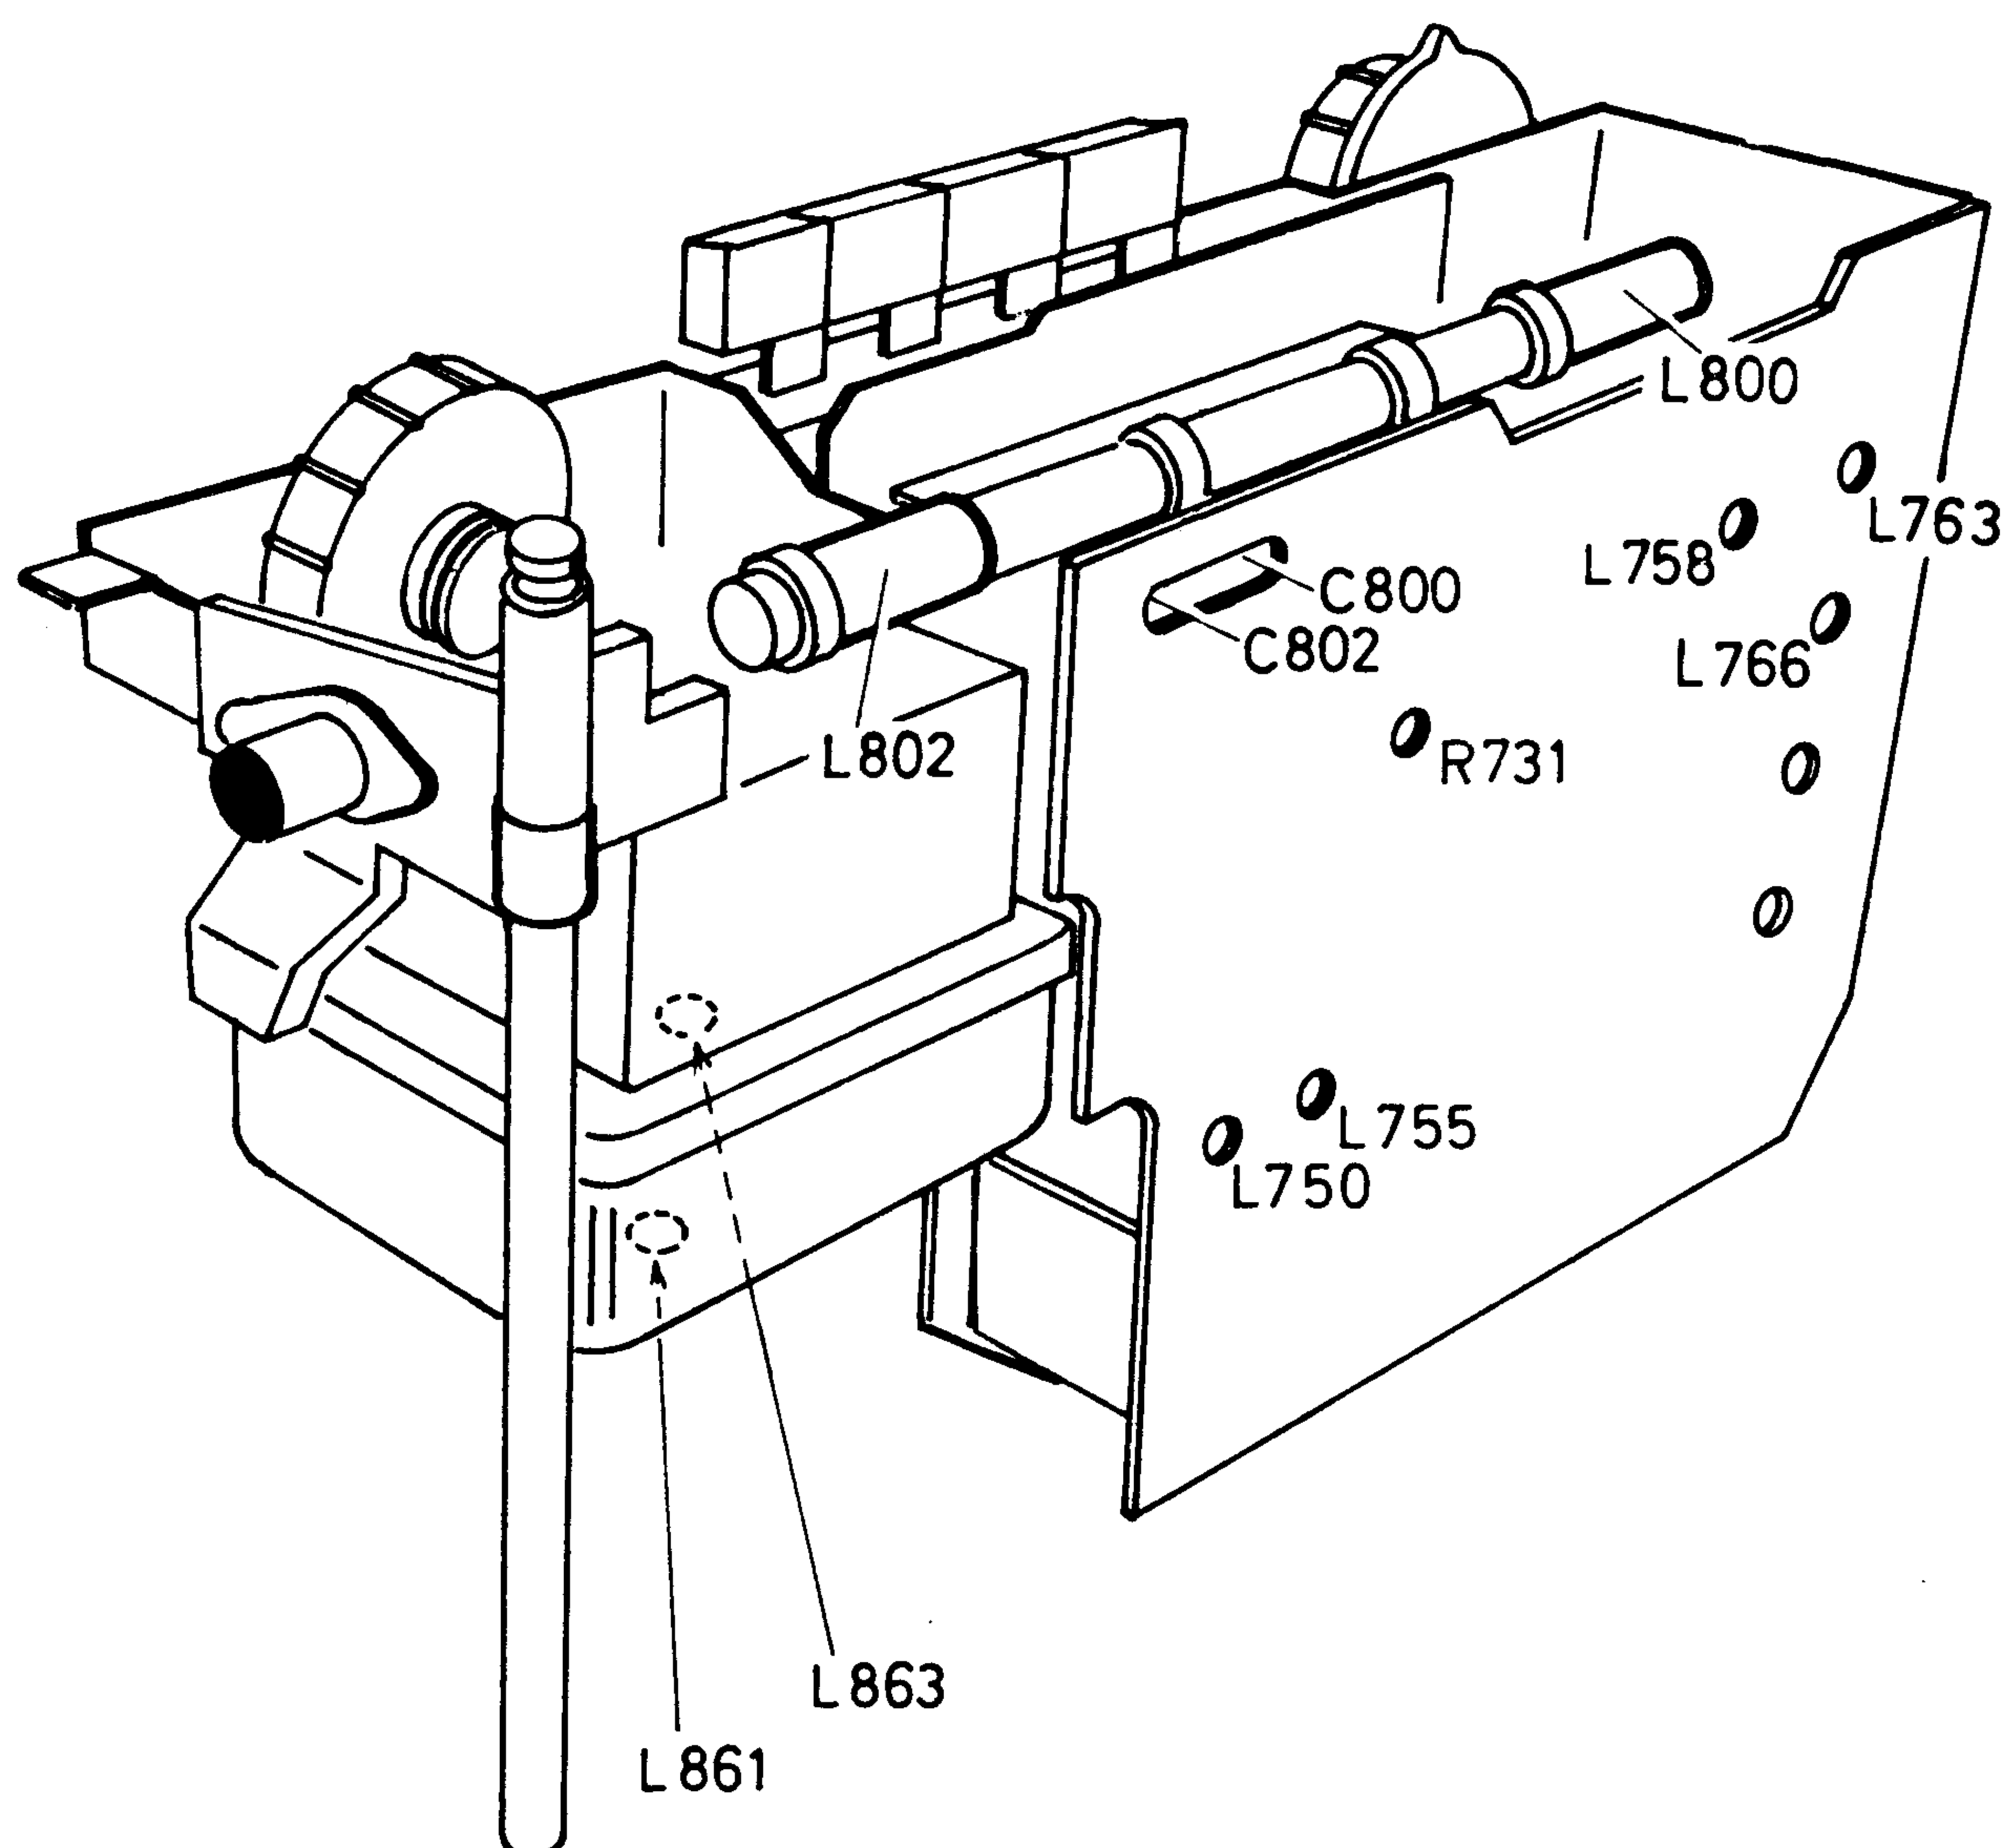

Fig. 6
3. Den Ruhestrom ca. 1 Minute nach dem Einschalten des Gerätes mit dem Einstellregler R731 auf $5 \text{ mA} \pm 1,0 \text{ mA} - 0,5 \text{ mA}$ bei einer Betriebsspannung von 9 V einstellen, Fig. 6.
3. Approx. 1 minute after switching on set, set zero signal current via adjuster R 731 to $5 \text{ mA} \pm 1.0 \text{ mA} - 0.5 \text{ mA}$ at a operating voltage of 9 V, see fig. 6.